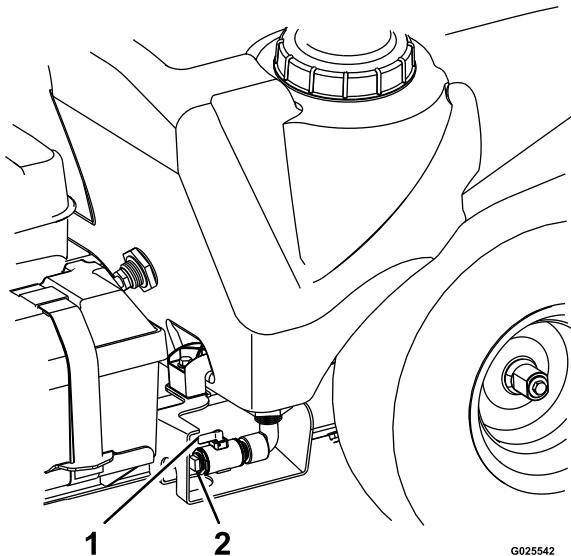

Figura 52
2. Retire el tapón de la válvula de vaciado del depósito de fumigación (Figura 52).
- Gire la maneta de la válvula de vaciado 90° en sentido horario para vaciar el depósito (Figura 52).
- Cierre la válvula de vaciado del depósito, retire la manguera de vaciado y coloque el tapón de vaciado en la válvula (Figura 52).